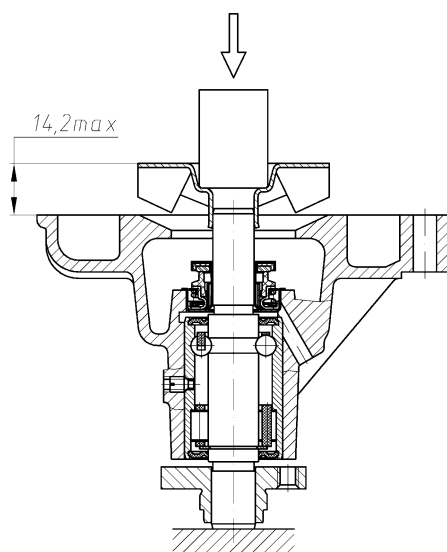

Рис.149. Напрессовка крыльчатки водяного насоса
- напрессовать крыльчатку на валик подшипника, выдержав размер между торцом крыльчатки и торцом корпуса насоса не более 14,2 мм (рис.149). **Не допускается прикладывать усилие запрессовки к обратным сторонам лопастей во избежание их деформации;**
Диагностику и ремонт компонентов топливной аппаратуры настоятельно рекомендуется выполнять на СТО, имеющих соответствующее оборудование (рис.149), аккредитацию фирмы-изготовителя (BOSCH, Германия) и квалифицированных специалистов, прошедших обучение. Замену компонентов производить с соблюдением максимально возможной чистоты. После снятия предохранительных колпачков и пробок с входных и выходных штуцеров новых форсунок и ТНВД не допускать попадания грязи в полости штуцеров, не допускать повреждения резьбовых и конусных поверхностей штуцеров.